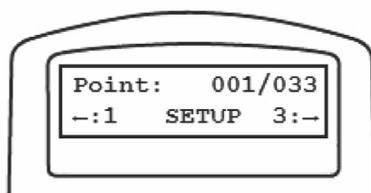

Рис. 33
- Для съемки с ручным управлением выдержками, нажмите клавишу «2». Монтировка предложит запустить процедуру позиционирования. При этом монтировка произведет установку в положение для получения первого кадра. Индикация на ЖК-экране пульта управления будет похожа на индикацию, показанную на **рис. 33** (на рис. 33 показана индикация при получении кадра 1 из 33). После этого, вы можете получить снимок, для этого нажмите кнопку спуска затвора фотокамеры. Для установки монтировки в положение для получения вручную следующего кадра, нажмите клавишу «3». Продолжайте указанные действия для получения остальных кадров. Вы можете в любой момент вернуться к любому из предыдущих положений монтировки для повторного снятия определенного кадра, для этого нажмите клавишу «1» для выбора соответствующего кадра.